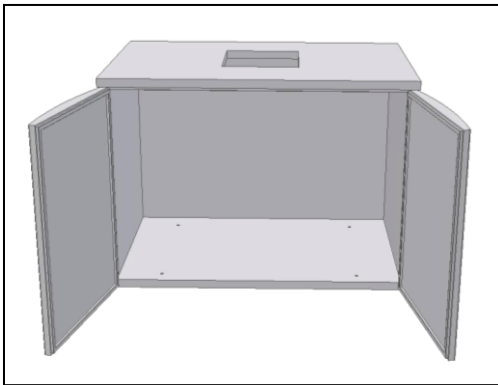

Fig. 8
- Encajar **las puertas** (derecha y/o izquierda) en el fondo y en la encimera (Fig. 8);